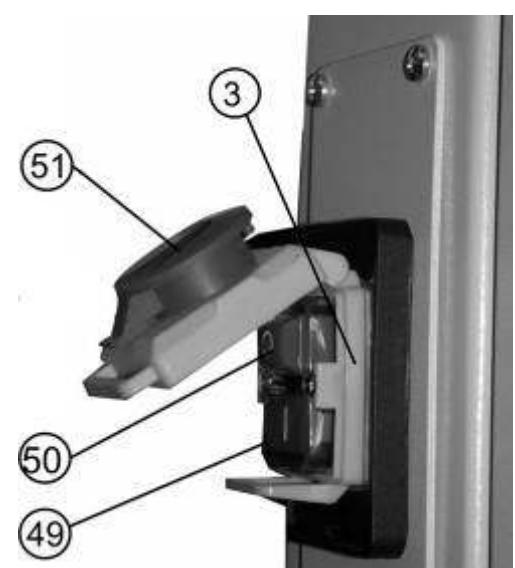

Рис.16
12.2.2. Нажмите красную кнопку (51) и сдвиньте ее вверх, как показано стрелкой на красной кнопке (51) магнитного пускателя (3), Рис.16.
### 12.2. Включение (Рис. 16)